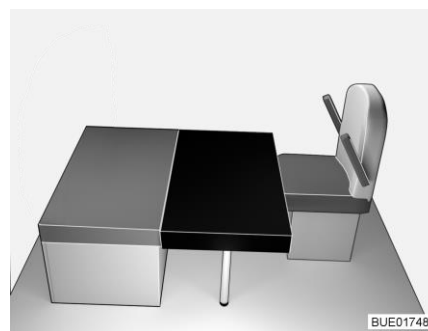

Fig. 156 Après la transformation
- Poser le coussin supplémentaire rectangulaire sur la table (devant le coussin d'assise de la banquette, voir Fig. 156). La découpe dans le coussin supplémentaire se trouve contre la paroi d'appui avant.